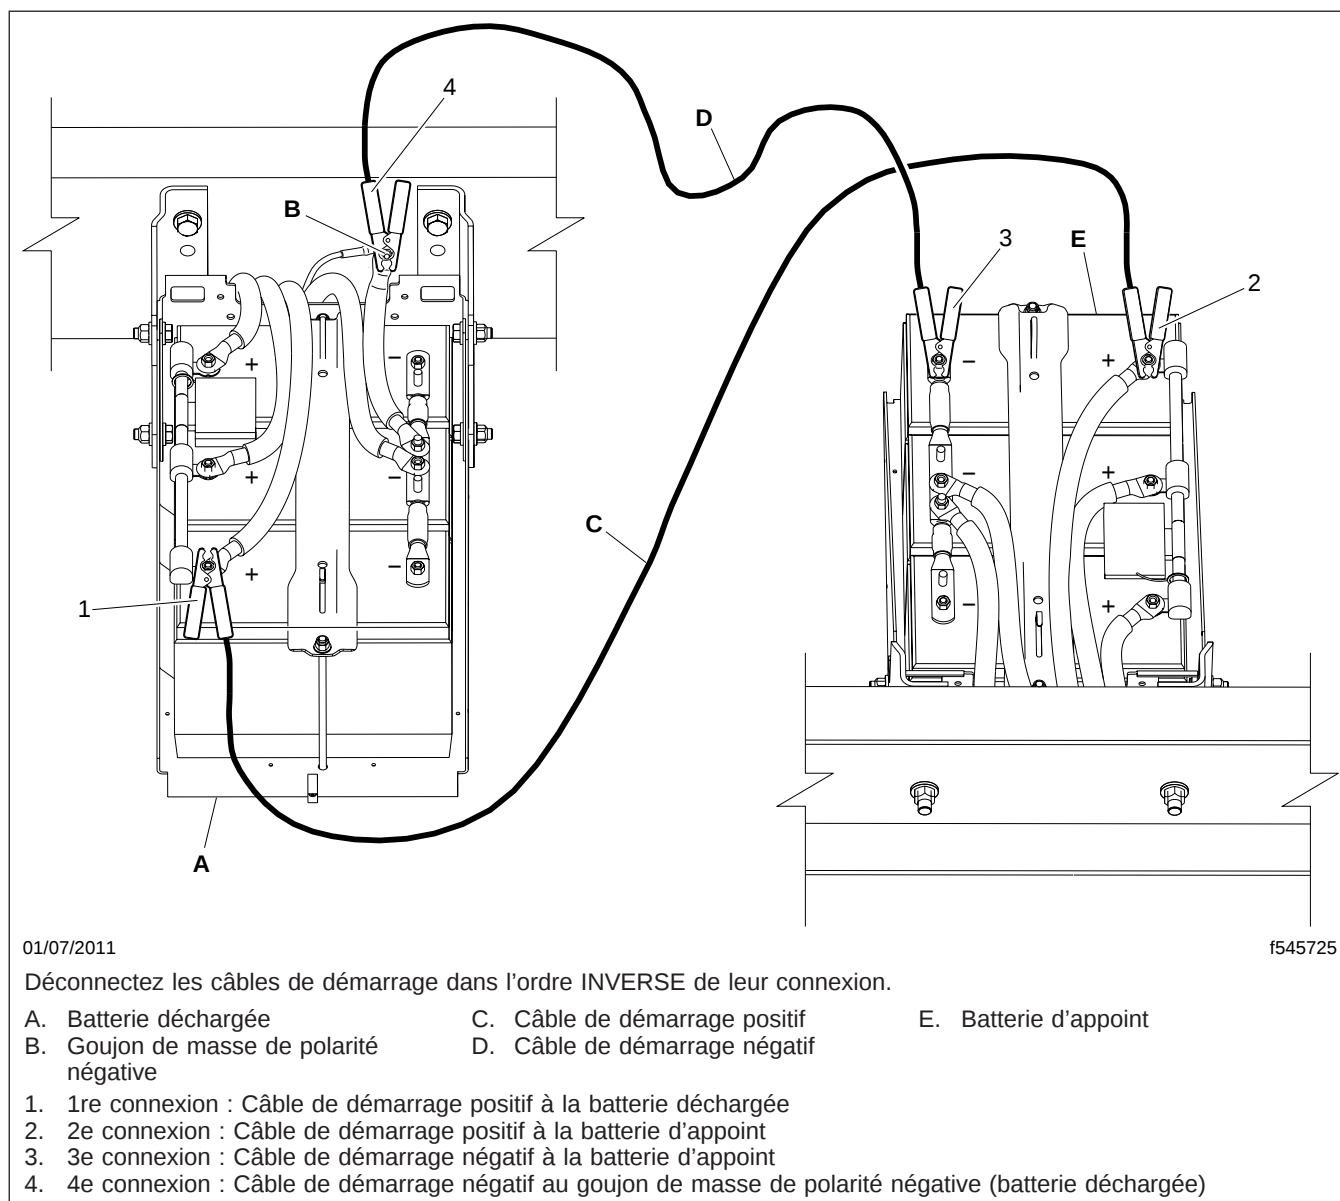

Fig. 24.6, Connexions des câbles de démarrage
3. Connectez le câble de démarrage positif (+) à la borne positive de la batterie ou de démarrage d'appoint de la batterie déchargée. Voir la figure 24.6.